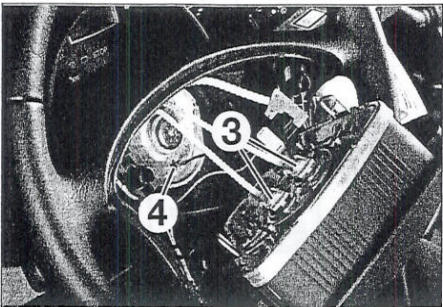

FIGURA 9-3
- Sacar los conectores (3) y el cable de masa (4) (figura 9-3).